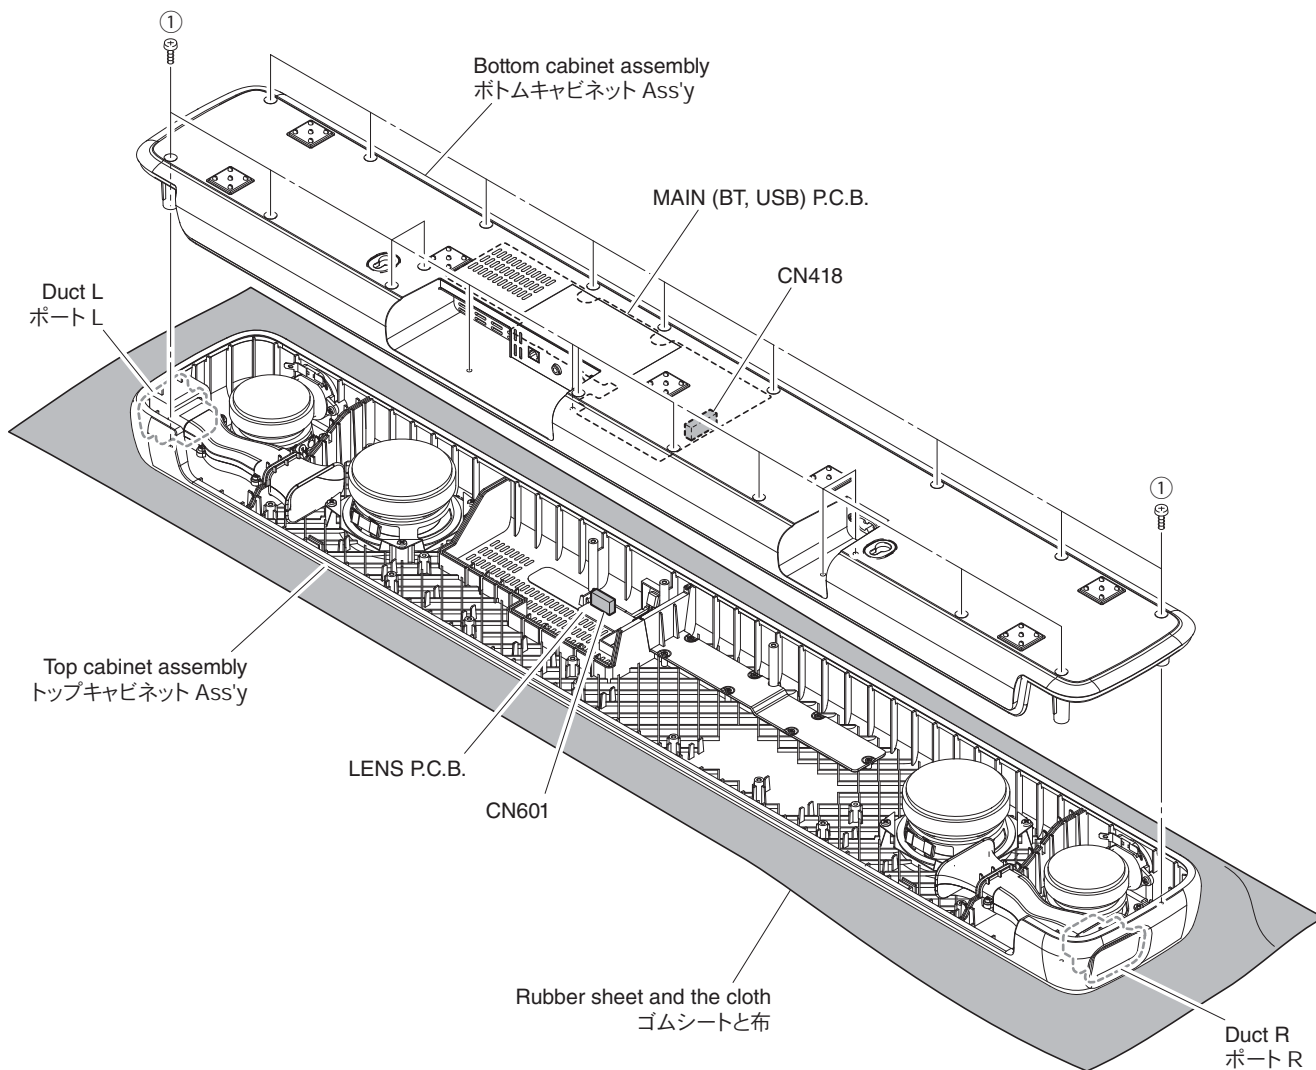

Fig. 1
1. Removal of Bottom Cabinet Assembly (Fig. 1)
- b. Remove 22 screws (①).
1. ボトムキャビネット Ass'y の外し方 (Fig. 1)
- b. ① のネジ 22 本を外します。